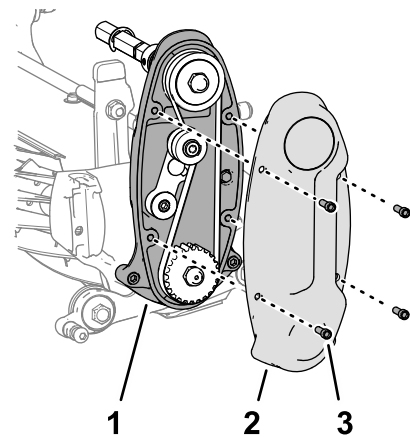

Bild 18
5. Befestigen Sie die Abdeckung am Gehäuse des Spindeltriebs (Bild 18) mit den vier Innensechskantschrauben (1/4" x 3/4").